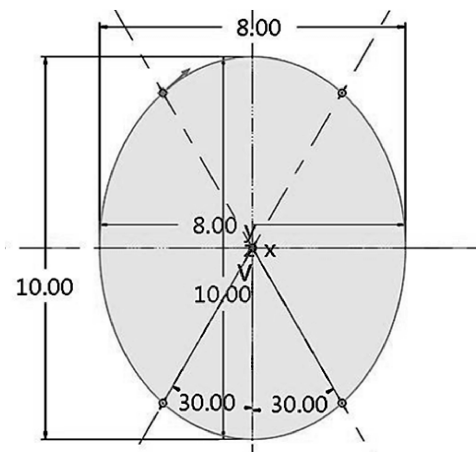
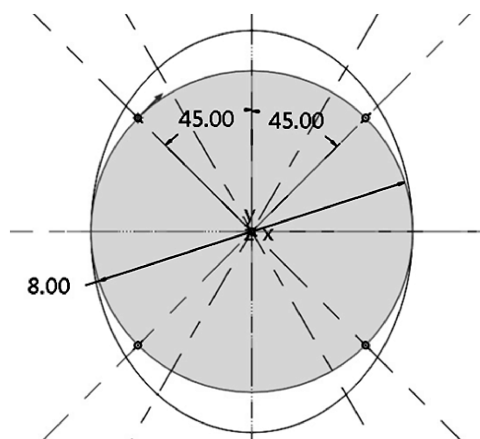

图 4-154 截面 3
图 4-155 截面 4
(5) 重复步骤(4)两次, 依次选择截面 3 和截面 4 所在的位置, 绘制如图 4-154、图 4-155 所示的截面, 完成截面 3 和截面 4 绘制;